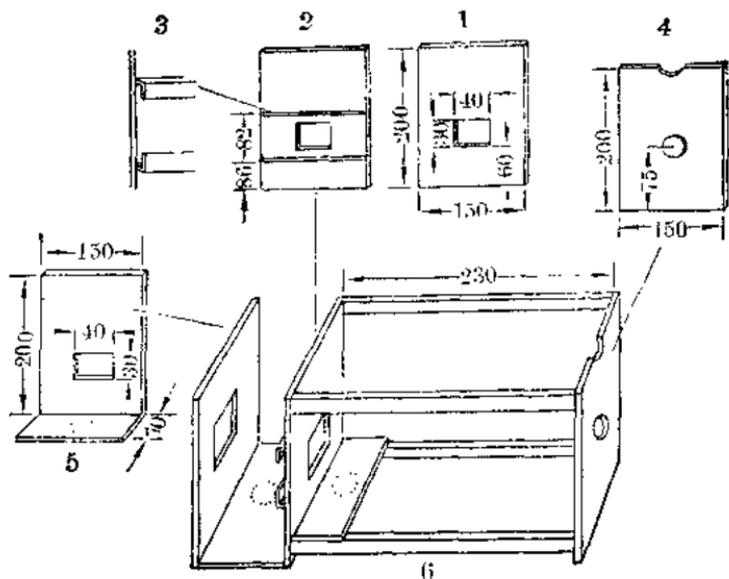

图 2
2. 机箱 先做机箱木框和前、后板(图 2)。在后板的中心开一个圆孔，准备装电灯，后板的上边挖一个半圆凹口，以便机箱内的热空气散出。